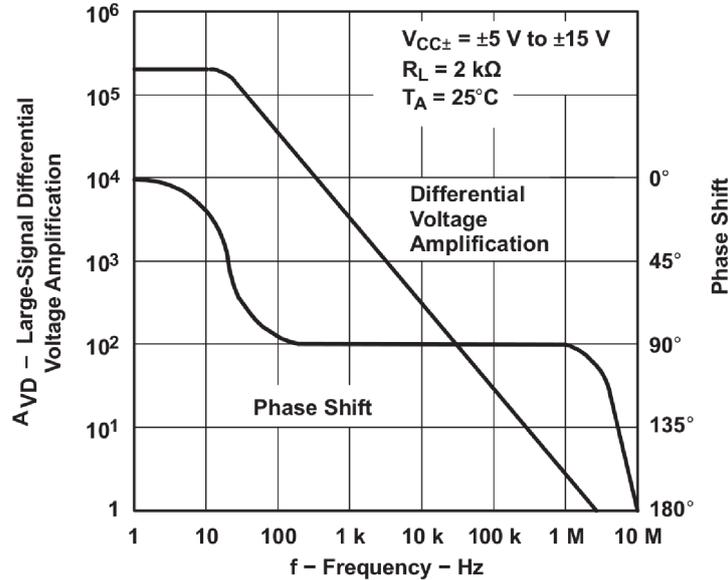

FIGURE 17 – Réponse fréquentielle d'un AOP TL082 en boucle ouverte
- (d) Application numérique pour :  $Z_1(s) = R$ ,  $Z_2(s) = aR$ , avec  $a = 100$ . Le gain  $A$  et la bande passante  $\omega_p$  sont déterminés à partir de la réponse fréquentielle donnée à la Figure 17. Calculer le produit gain  $\times$  bande passante, en boucle ouverte et en boucle fermée.